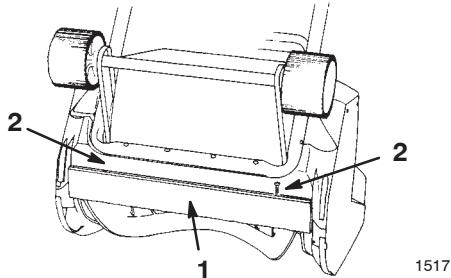

Bild 10
Die Schürfleiste befindet sich unten am Gehäuse der Rotorblätter, wie in Bild 10 dargestellt.
1. Lockern Sie die beiden Schrauben, mit denen die Schürfleiste an der Schneefräse (Bild 10) befestigt ist.